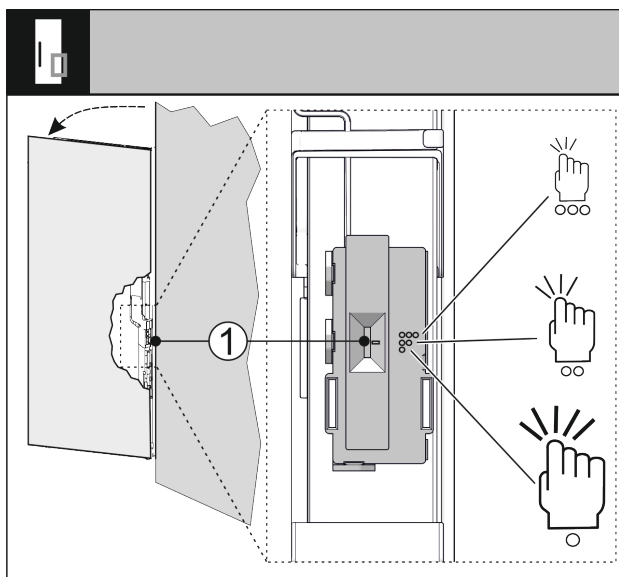

Fig. 71
Можете да настроите чувствителността на датчика за почукване чрез превключвателя Fig. 71 (1). Превключвателят е в долната една трета от вратата от страната на пантите.
- ▶ Плъзнете превключвателя Fig. 71 (1) в желаното положение на превключвателя.